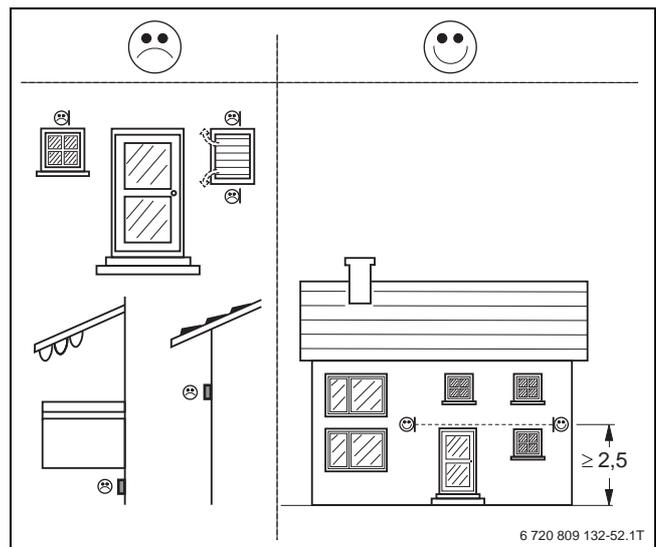

Bild 123 Anordnung des Außentemperaturfühlers (Maße in m)
- Unter Markisen, Balkonen oder unter dem Dach (→ Bild 123)